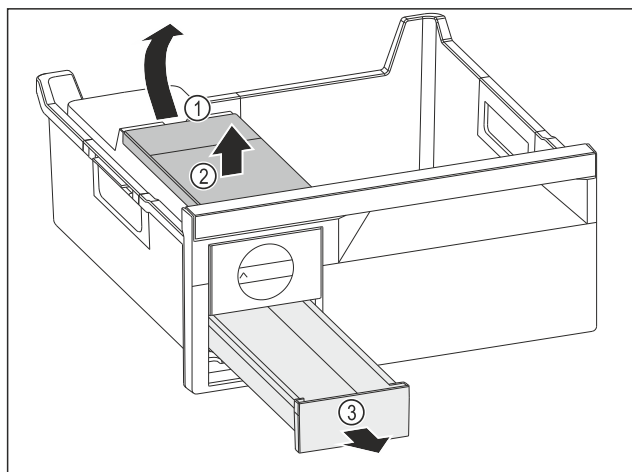

Fig. 90
- Udtagning af vandtank: Løft vandtanken i udsparringen Fig. 90 (1).
- Tag vandtanken Fig. 90 (2) op og ud.
- Tag isterningskuffen Fig. 90 (3) frem og ud.